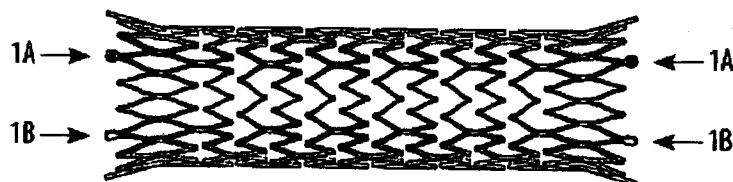

Figura 2: Stent venoso Venovo™
- Un stent de aleación de nitinol (níquel-titanio) autoexpansible e implantable (figura 2). El stent es una prótesis de malla tubular flexible que logra su diámetro sin restricción cuando se coloca en el vaso tratado. Tras su colocación, el stent ejerce una fuerza radial hacia afuera en la superficie luminal del vaso para mostrar su permeabilidad. El stent tiene un total de 12 marcadores